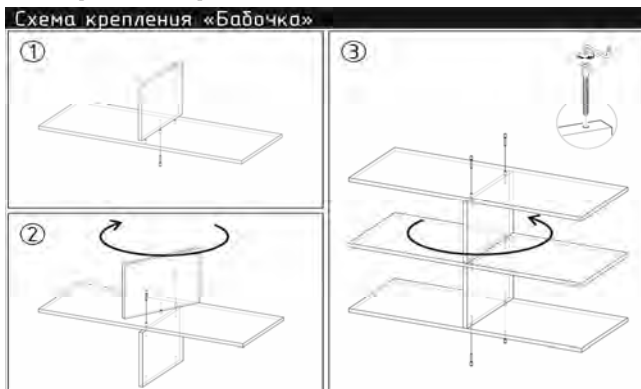

Рис. 1
2. Прибиваем к опорной части боковин (3, 4, 5, 6) подпятники с помощью гвоздей 2 x 20 мм, приворачиваем направляющие на боковины (3) и (4) шурупами 4 x 16 мм. Боковины (3) и (4) крепим между собой планкой (15) и цоколем (16). Боковины (5) и (6) крепим между собой вязкой (14).
3. В столешницу (7) вворачиваем дюбель эксцентрика.
4. Собираем пенал, соединив между собой боковины (1) с вязками (8). Собранный каркас пенала и боковину (2) крепим к столешнице (7) еврошурупами 7 x 50 мм.
6. Вязки (10) и (11) соединяем между собой боковинами (12) с помощью еврошурупа 7 x 50 мм.
7. Конструкцию, собранную в п. 6 крепим к боковинам (1.2) и (2) еврошурупами 7 x 50 мм.
8. Вязки (9) и (17) скрепляем между собой, полученную конструкцию устанавливаем на боковины (1.2) и (2).
9. Крепим планку (24) и (25) к боковинам (1) и (2) методом крепления "бабочка", как показано на рис. 1.
10. Укладываем собранный каркас стола лицевой стороной вниз, выравниваем диагонали изделия, и прибиваем ДВП (21-23) и (26) с помощью гвоздей 2 x 20 мм.
11. Устанавливаем петли на фасады (20). Навешиваем и регулируем фасад, крепим ручки газовые кронштейны.
12. При помощи еврошурупов 7 x 50 мм крепим боковины ящика (27) и (29) к вязкам (28) и (30) соответственно.